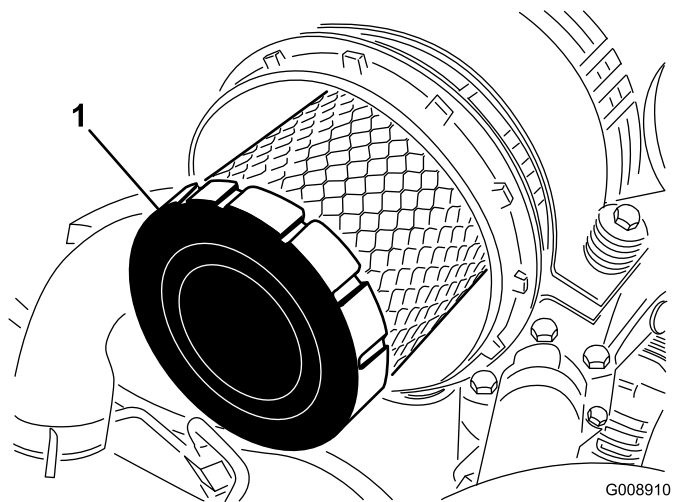

Figura 88
4. Retire o filtro principal (Figura 88).